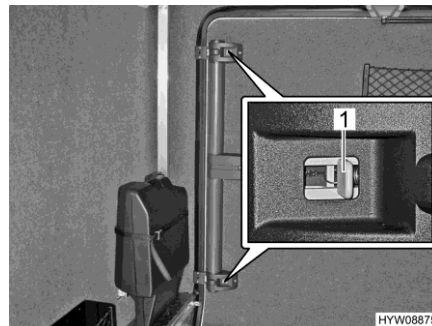

Bild 58 Garagentür (Notentriegelung von innen)
- Am oberen und am unteren Schloß den grauen Schieber (Bild 58,1) in Richtung Türmitte drücken.